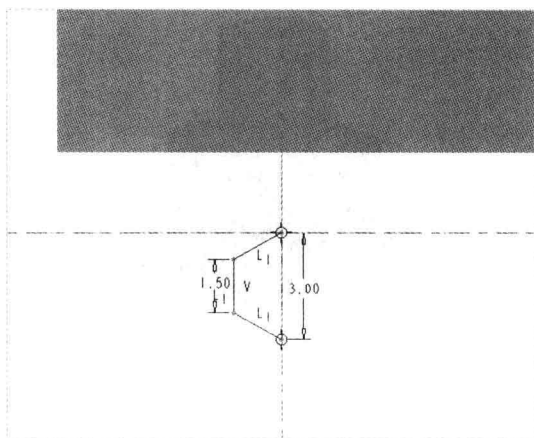

图 16-23 绘制截面 7
Step 13 返回“螺旋扫描”选项卡，单击“截面”按钮 ，进入草绘环境，单击“草绘”选项卡中的相应按钮，绘制截面，如图 16-23 所示，单击“关闭”面板中的“确定”按钮 ，完成截面绘制并退出草绘环境。